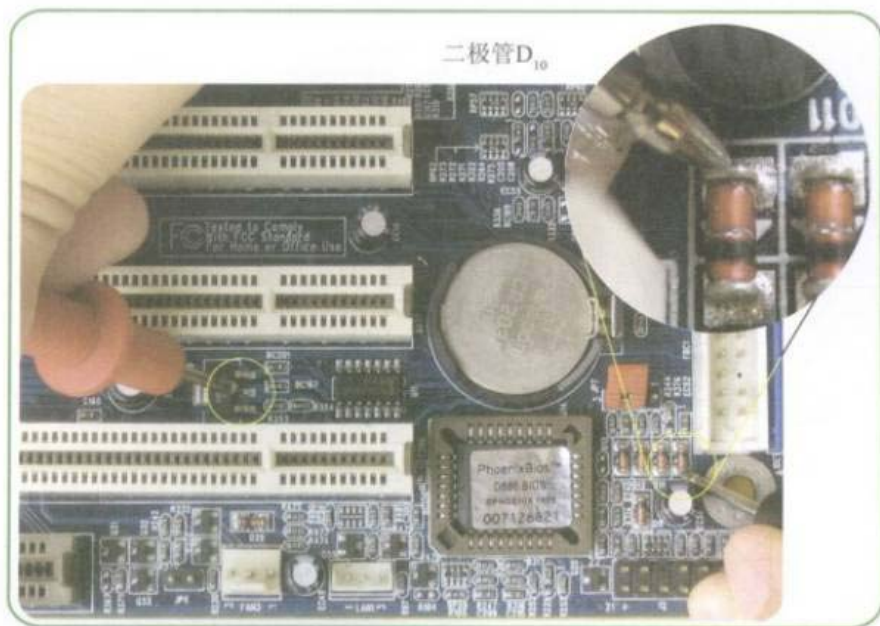

图6-26 测量稳压器Vout引脚连接二极管D10的线路
Step 06 测量三端稳压器的Vout引脚连接二极管D10的线路,如图6-26所示。